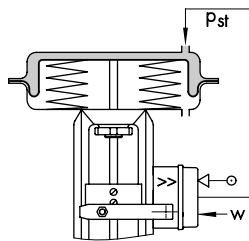

Fig. 7 · Sens d'action >>
"Tige entre par ressorts (TE)" (fig. 7, 8) – les ressorts entraînent la tige motrice vers le haut.